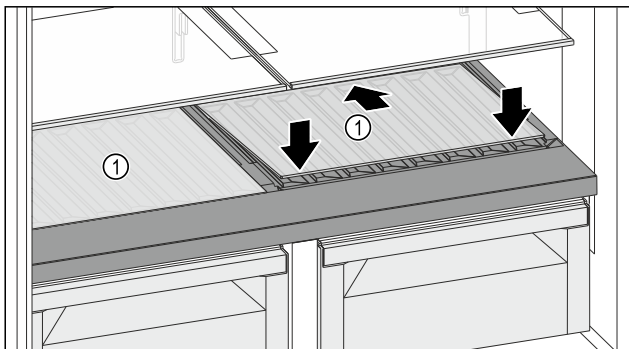

Fig. 127
- ▶ Stekleno ploščo Fig. 127 (1) namestite postrani, nagnjeno spodaj nazaj.
- ▶ Stekleno ploščo Fig. 127 (1) spustite spredaj.